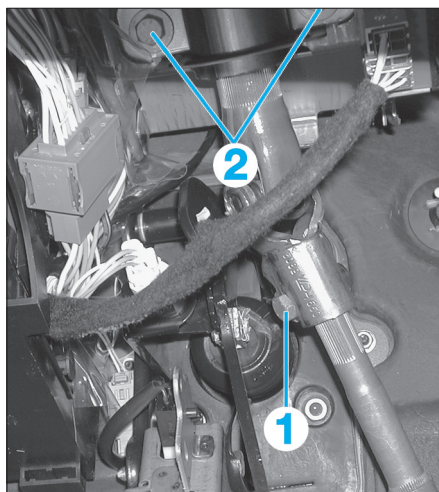
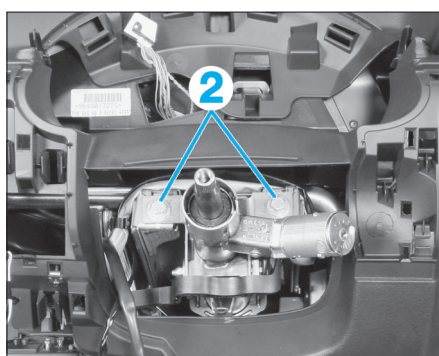

FIG. 6
FIG. 7
- Déposer la vis de bridage (1) du joint de cardan de la colonne de direction sur le boîtier (Fig.6).
- Déposer les 4 vis de fixation de la colonne de direction (2) (Fig.6) et (Fig.7).